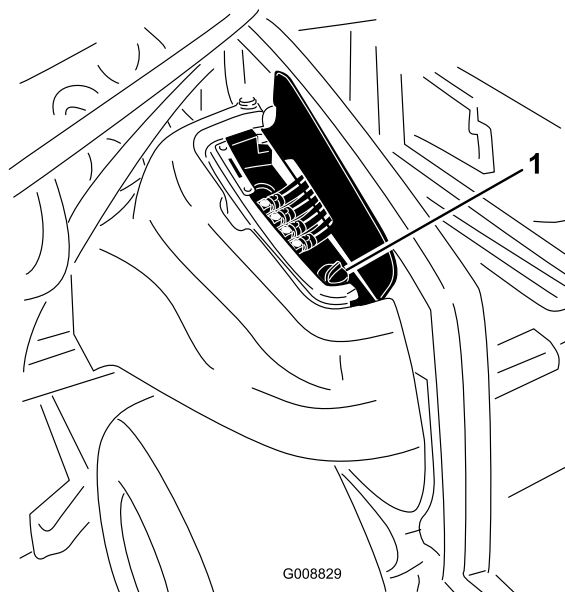

図 87
2. 機体右側のアクセスカバーを開くと油圧タンクのキャップがある 図 87。
3. 油圧オイルタンクの注油口周辺をきれいに拭き、キャップ 図 87 を外す。